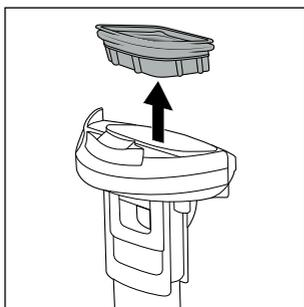

Fig. 24
- ◆ Retirez le filtre à impuretés **10** du réservoir d'eau sale **2** en plaçant les doigts latéralement sous le joint du filtre à impuretés **10**. Sortez ensuite le filtre à impuretés **10** par le haut du couvercle du réservoir d'eau sale **9** (voir fig. 24).